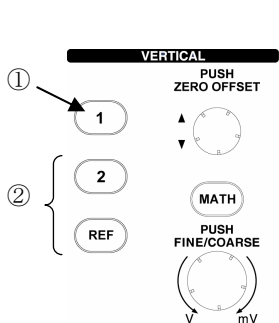

図 2.20 キー、ノブのレイアウト
- ・CH1のみ選択し、他のCH波形を画面から消し、プローブ減衰比を設定します。垂直軸に関連したキー、ノブを図 2.20 に示します。
- ① 図 2.20 の左側の列の [CH1] キーを押します。キーを押すとチャンネルに割り当てられた黄色にキーが点灯します。
- ② CH2、REF 波形が画面に表示されている場合は図 2.20 で左側の列の [CH2]、[REF] キーを各 2 回ずつ押します。